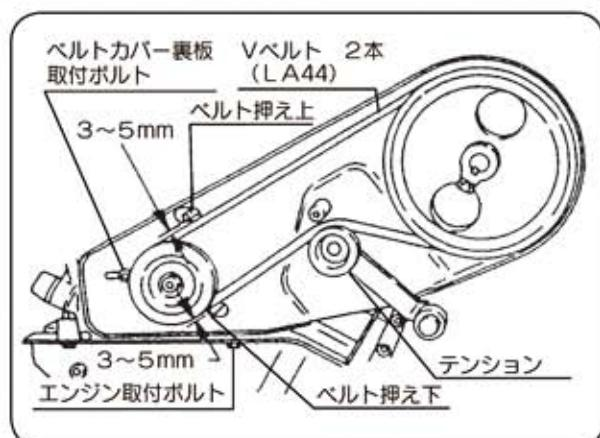

図28
①エンジンの取付ボルト（4本）、ベルトカバー裏板取付ボルト（1本）をゆるめてください。（図28）
②Vベルトの張りを調整しながらエンジン位置を後方に下げてください。
③ベルト押え上下を調整してください。